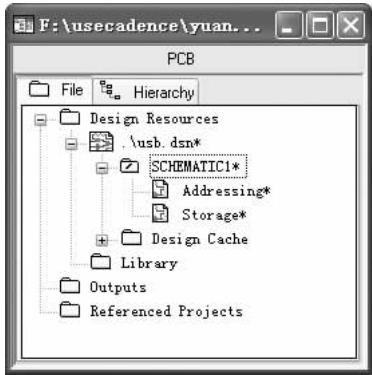

图 6-246 新建页名称修改对话框
3) 在项目管理器上选中“SCHEMATIC1”, 右击鼠标在弹出的快捷菜单中选择“New Page (新建图页)”命令, 弹出对话框, 在“Name (名称)”文本框中显示新建页的名称“Addressing *”, 单击按钮, 完成第 2 页原理图的创建, 如图 6-246 所示。